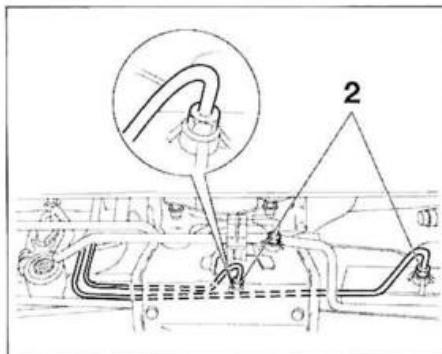

FIG. 23
- Aflojar los rácores (2) en el cilindro hidráulico del mecanismo de dirección (fig. 23).